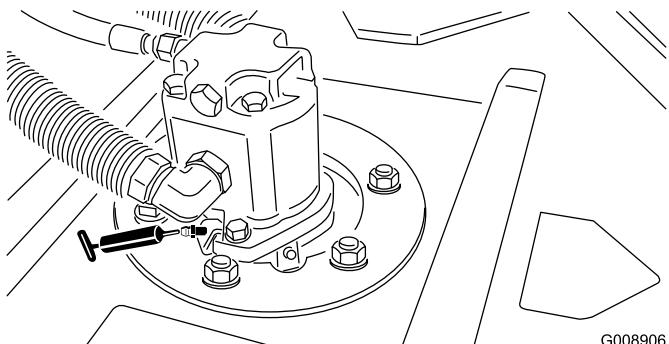

図 37
- カッティングユニットのスピンドルシャフトのベアリングユニット2台に1ヶ所図37。